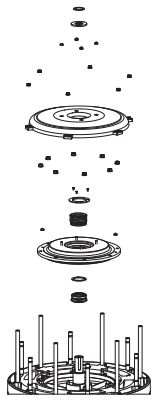

Imagen 35: Montaje de las juntas mecánicas (J 604)
**J 604:** Mantenga la bomba en posición vertical hacia abajo. Monte y apriete los tornillos en la cámara de aceite para la placa de desgaste. Coloque el anillo fijo de la junta mecánica superior en la cámara de aceite y, después, el anillo giratorio usando la herramienta especial. Monte el anillo seger para la junta mecánica superior. Monte la placa de desgaste superior y la placa de desgaste recubierta de caucho. Apriete las tuercas interiores y exteriores. A continuación, ponga la junta mecánica inferior con el anillo fijo y el anillo giratorio en su sitio usando la herramienta especial. Consulte la sección de herramientas especiales. (Imagen 35)